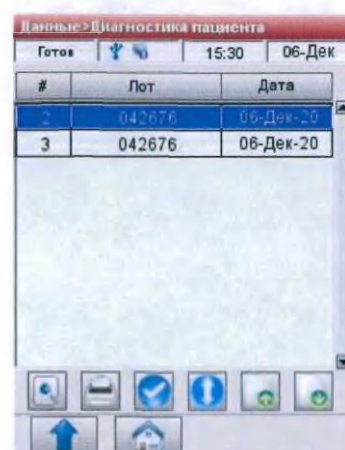
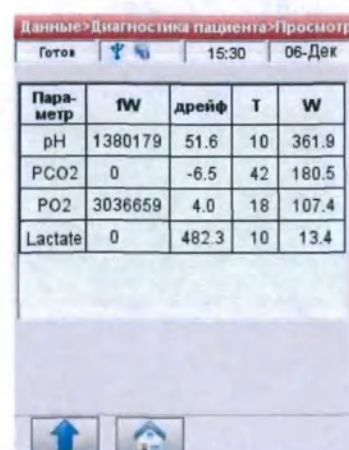

Рис.6-16 Выбор измерений
Рис.6-17 Диагностика пациента
3. На экране <Данные – диагностика пациента> (Рис.6-16) выберите нужное измерение и нажмите кнопку <Просмотр> , чтобы отобразить результаты измерения (Рис.6-17).
5. Чтобы напечатать результаты для отдельных лотов, выделите желаемый лот (Рис.6-16).